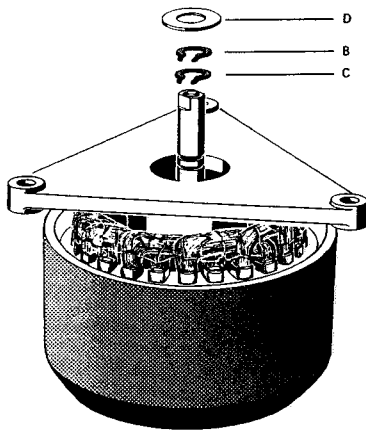

Fig. 4.6.-1
4.6. Wickelmotoren Lager auswechseln (Fig. 4.6. - 1)
4.6. Spooling Motors, Replacement of Bearing (Fig. 4.6. - 1)
4.6. Démontage des coussinets, moteurs de bobinage (Fig. 4.6. - 1)